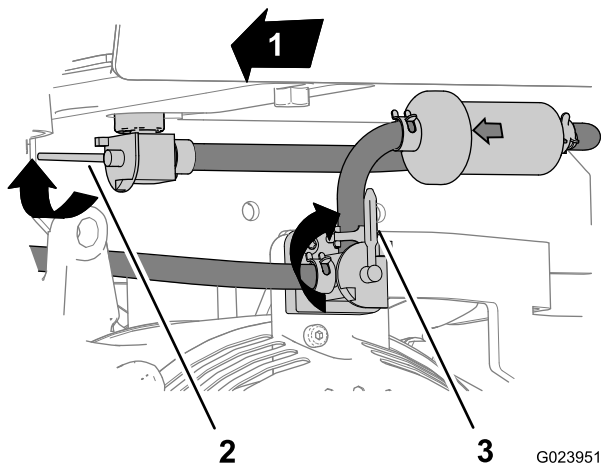

Figura 25
2. Gire la palanca de la válvula de cierre del depósito hacia adelante y hacia arriba a la posición de Cerrado (Figura 25).
4. Gire la palanca del interruptor del motor en sentido horario a la posición de Parada y deje que el motor se enfríe (Figura 25).
12. Abra la válvula de cierre del depósito, accione el interruptor del motor, y compruebe que no hay fugas de combustible (Figura 25).